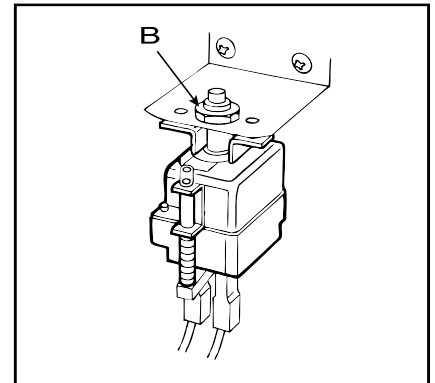

fig. 8
- 3) Extraer los cables del termostato y desenroscar la fijación (B - fig. 8) del mismo fijado en la parte posterior del panel de mandos;